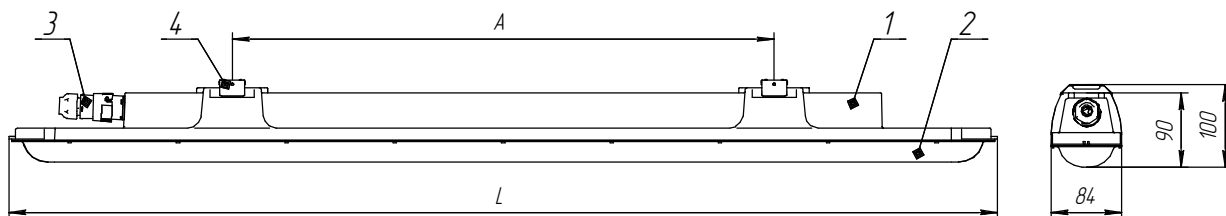

Рисунок 1 - Внешний вид и габаритные размеры светильника серии ДСП51 Leader
4.2 Светильник ДСП51 Leader, в соответствии с рис. 1, 2, 3 приложения А, состоит из корпуса в сборе поз. 1, рассеивателя поз. 2, разъем для подключения поз. 3, скоба подвеса поз. 4.